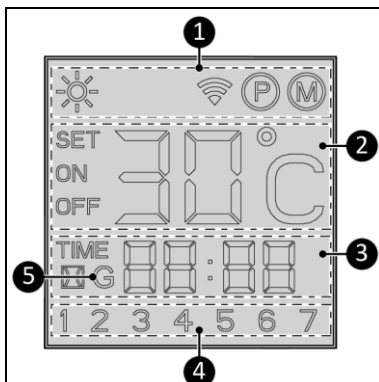

Figure 6
Indication d'état (figure 6, pos. 1) :
Indication de température (figure 6, pos. 2) :
Indication d'heure (figure 6, pos. 3) :
Indication de jour (figure 6, pos. 4) :
Indication Wi-Fi (figure 6, pos. 5) :